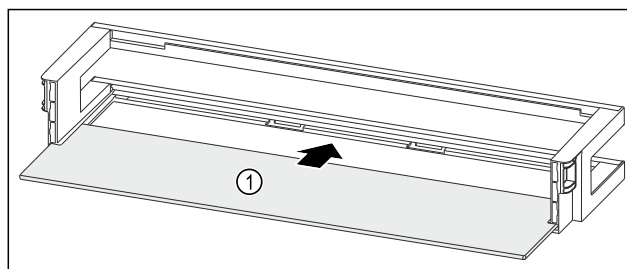

Fig. 139 Polica u vratima s policom za odlaganje
- Umetnite policu Fig. 139 (1) u bočna udubljenja.